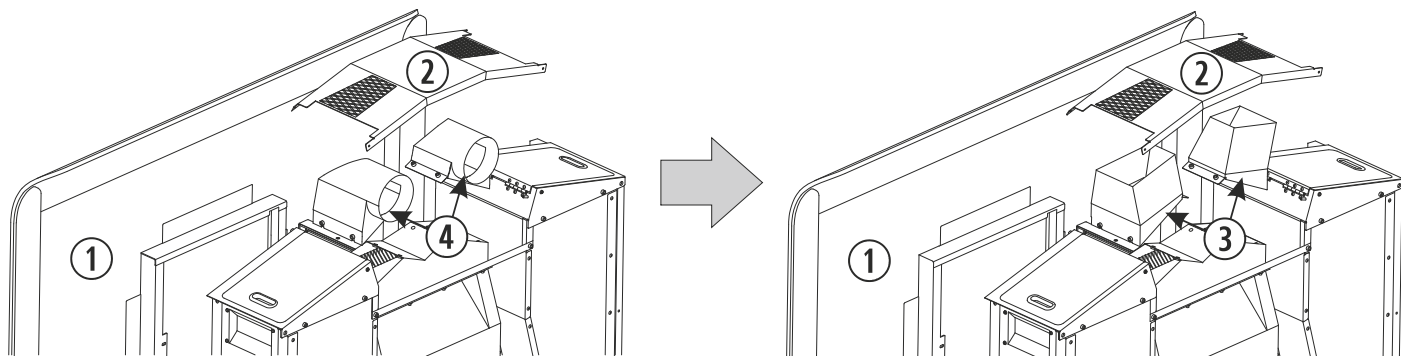

Figura 16
Las estufas *Venecia* e *Ibiza* se envían con las bocas de aire canalizable de Ø116cm. En caso de no querer canalizar por conducto el aire de convección, opcionalmente se podrán sustituir las bocas de aire para canalización (④) por salidas directas verticales (③) (ver figura 16). Para tener un mejor acceso a las bocas de aire en el momento de sustituirlas, se recomienda retirar antes la rejilla superior anclada con 4 tornillos en sus extremos.